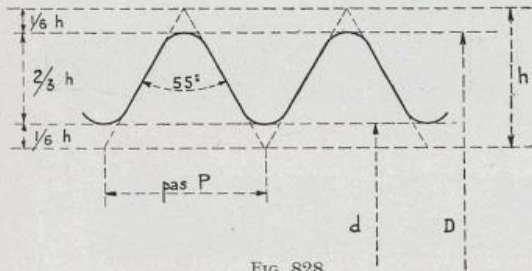

FIG. 828.
**Profil du filet** (fig. 828). — Le triangle primitif est un triangle isocèle ayant au sommet un angle de 55° et une base égale au pas.
**Profil du filet.** — Il est du système Withworth, c'est-à-dire suivant la fig. 828, page 218.